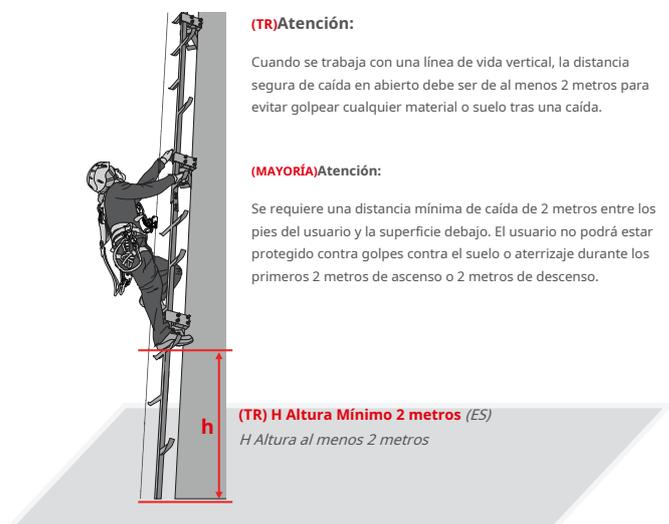

Figura -2 / Figura-2
(TR) Altura de caída abierta segura (Figura 2) **(MAYORÍA)**
Espacio libre de caída (Figura-2)
* Al ascender o descender del sistema, el usuario debe tener mucho cuidado de no golpear el suelo o correr el riesgo de caer en los primeros 2 metros. (Figura 2)